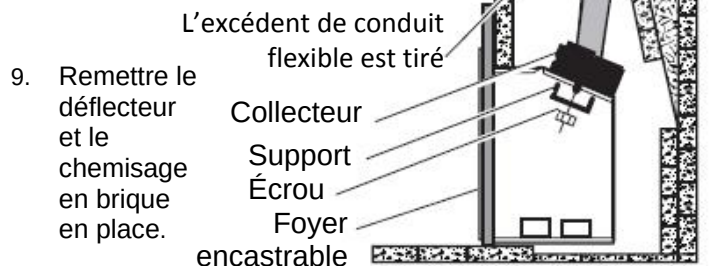

Figure 10 – Glisser le foyer en place.
6. Glisser le foyer encastrable à sa place. Guider le collecteur au-dessus du foyer encastrable jusqu'à ce qu'il soit en place. Figure 10.
7. Tirer sur les conduits flexibles pour éliminer le mou. Fixer le collecteur au foyer encastrable. Figure 10.
8. Retirer tout excédent de conduit flexible. Fixer la sortie d'évacuation du conduit. Figure 10.